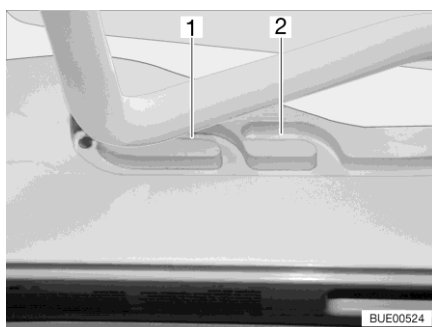

Fig. 35 Guida (posizione di ricircolo d'aria)
È possibile portare l'oblò inclinabile in due posizioni di ricircolo d'aria: Posizione brutto tempo (Fig. 35,1) e posizione centrale (Fig. 35,2).
- Premere la staffa leggermente verso l'alto e spingerla nella guida selezionata (Fig. 35,1 o 2).